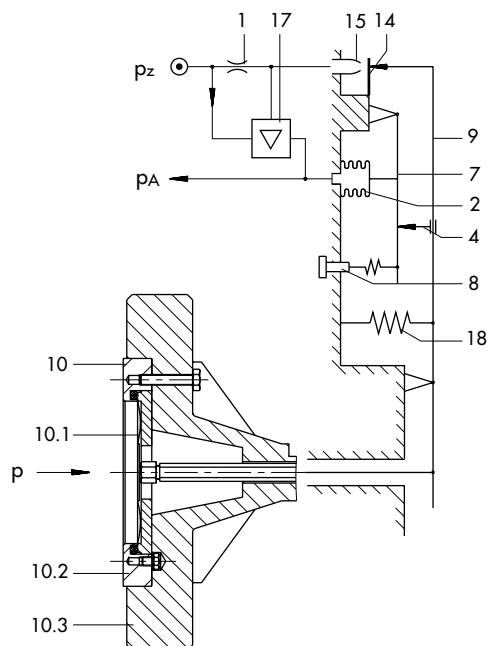

Bild 2 · Pneumatischer Messumformer Typ 814, mit Anschlussflansch PN 10/40, DN 80
**Typ 814** · Pneumatischer Flansch-Messumformer für Druck mit Anschlussflansch PN 10/40, DN 80 (Bild 2) und Messspannen von 0,016 bis 6 bar.
Flansch-Messumformer mit vorgezogener Membran und Anschlussflansch DN 100 (PN 10/16) und Ausführung für Milchrohrverschraubung DN 50 (PN 10) nach DIN 1158 entsprechen in der Wirkungsweise und in den technischen Daten weitgehend der Anordnung nach Bild 2.